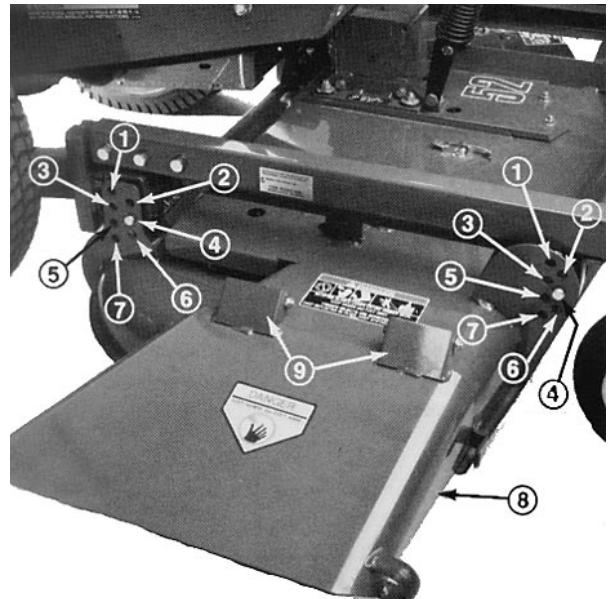

Figure 1
1. Enlever les goupilles fendues qui fixent les axes des rouleaux à la surface inférieure de l'unité (Fig. 1).